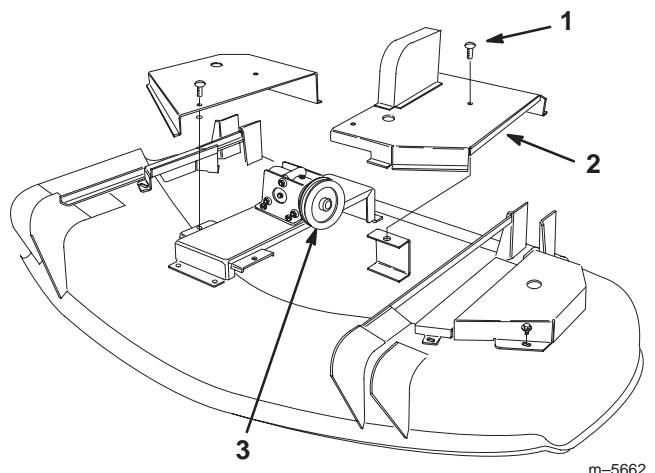

Figure 31
- Desserrez les 2 fixations sur le carter intérieur gauche du plateau. Déposez le carter pour exposer la poulie d' entrée du boîtier d' engrenages (Fig. 31).
- Reposez le carter intérieur gauche sur le plateau à l'aide des fixations (Fig. 31).